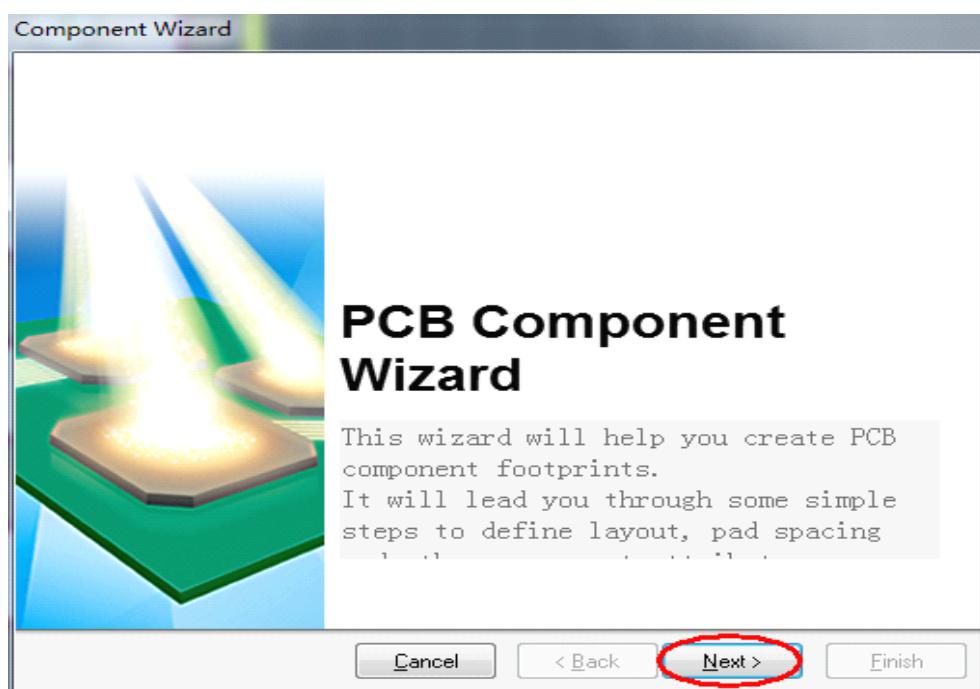

图 6-4.12 新建元器件向导
Step1：在 PCB 元件库编辑器编辑状态下，执行菜单命令【Tools】/【Component Wizard...】，6-4.11 所示，弹出【Component Wizard】界面，进入元件库封装向导，如图 6-4.12 所示；